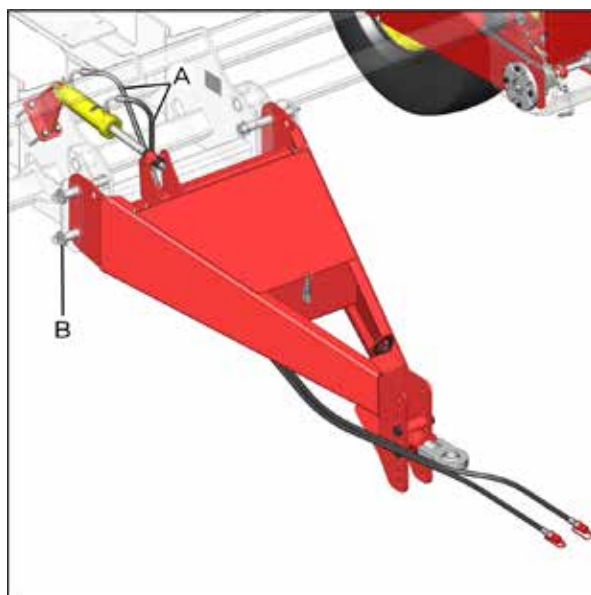

fig. 41
- 1-** Conecte as mangueiras hidráulicas (A) (fig. 41) no sistema hidráulico do trator;
- 2-** Retirar os pinos inferiores (B) ;